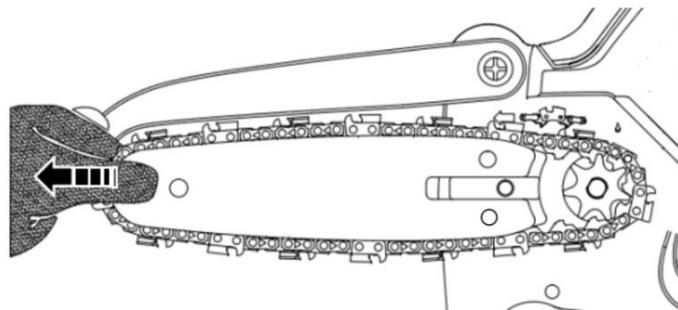

Fig. 7
- Tourner l'écrou papillon (4) de deux tours dans le sens inverse des aiguilles d'une montre.
- Déplacez le guide-chaîne vers la gauche ou la droite jusqu'à ce que les maillons d' entraînement soient à moitié insérés dans la rainure sous le guide-chaîne. Voir la Fig. 7.